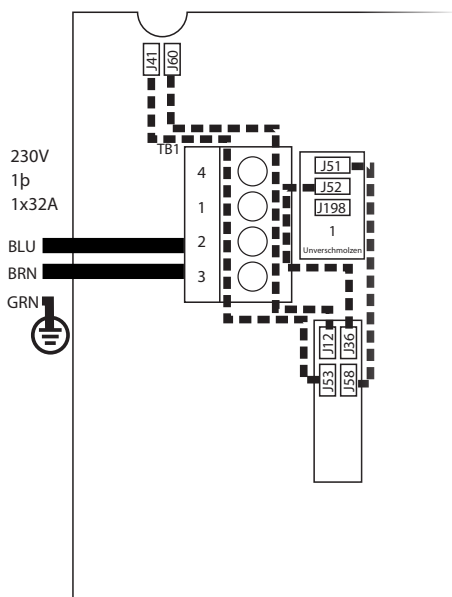

Abbildung 1
GEMÄSS HERSTELLUNG – EINPHASIG (Abbildung 1)
1. Entfernen Sie alle Jumper-Drähte, wie in den gestrichelten Linien in Abbildung 1 (vorherige Seite) angezeigt.